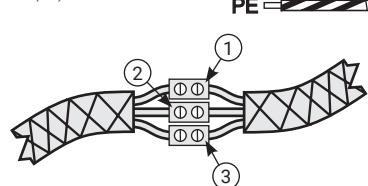

Рис.5
4.2.5. Соединить провода полотенцесушителя с проводом из стены с помощью клеммных колодок (рис. 5).
4.2.6. Провод заземления модуля имеет желто-зеленый цвет и желтый клеммник (рис. 5 «3») фаза (L) - черный цвет и черный клеммник (рис. 5 «1»), ноль (N) - синий цвет и синий клеммник (рис. 5 «2»).